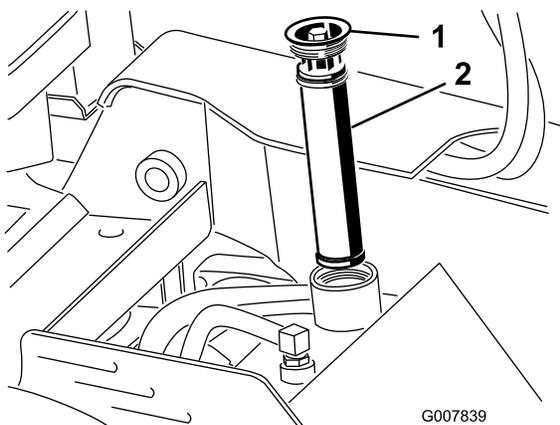

Рисунок 58
5. Снимите и удалите в отходы старый фильтр (Рисунок 58).
6. Установите сменный гидравлический фильтр и крышку наливной горловины (Рисунок 58) и затяните верхний болт с моментом 13–15,5 Н•м.
6. Снимите крышку наливной горловины гидравлического бака и фильтр (Рисунок 58).
12. Установите гидравлический фильтр и крышку заливной горловины (Рисунок 58) и затяните верхний болт с моментом 13 - 15,5 Н•м.